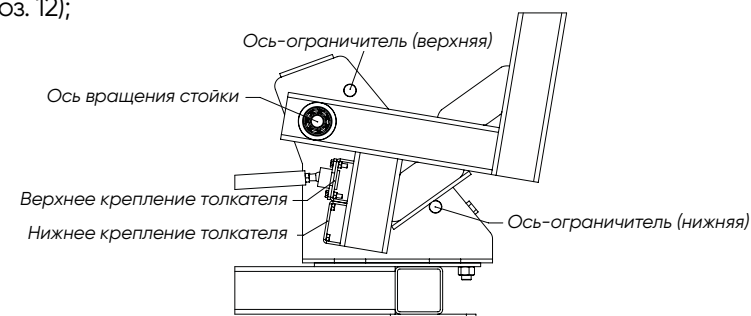

Рис. 15. Схема установки осей и толкателя
- установите стойку (поз. 3) в кронштейн и зафиксируйте её осью (поз. 7). Установите две оси, ограничивающие угол поворота стойки (см. рис. 15). Оси фиксируются с противоположной стороны кронштейна шплинтами (поз. 12);
- установите толкатель (поз. 4) в одно из креплений на стойке (см. рис. 15) и прикрутите его двумя болтами M8 (поз. 8). Нижнее крепление предназначено для работы с арматурой диаметром от 3 до 6 мм, верхнее – для работы с арматурой диаметром от 8 до 14 мм;